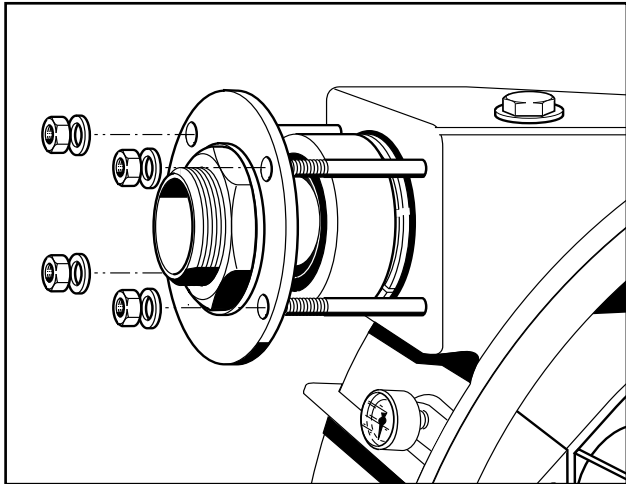

Рис. 28 Демонтаж соединительного патрубка
5. После этого при понижении давления нагнетания подкладки из листового металла устраняются (рис. 28) или, при повышении давления нагнетания – устанавливаются дополнительные подкладки из листового металла. При замене листовых подкладок необходимо обратить внимание, чтобы они в равной степени изменялись под обоими скользящими элементами. Параметры должны полностью соответствовать таблице (смотрите ниже).
5. Полностью отвинтить оба присоединительных патрубка с крепежным фланцем и шестигранными трубными гайками от корпуса насоса (Рис. 28) и вынуть их со шланга.